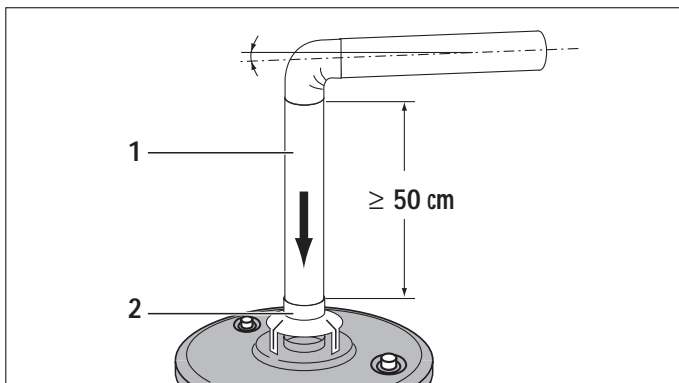

Abb. 6 Abgasanschluß
- Die Abgasführung erfolgt über ein Rohr mit einem Durchmesser von 90 mm. Setzen Sie das Abgasrohr (Abb. 6, Position 1) in den Stutzen der Strömungssicherung (Abb. 6, Position 2) ein.